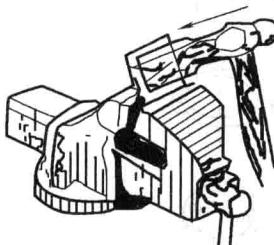

图 1-8 台虎钳受力要求
- 4) 进行强力作业时，施力方向应朝向固定钳身，否则就将额外增加丝杠和丝母的受力，造成螺纹的损坏。严重时将折断丝母，使台虎钳不能正常使用，如图 1-8 所示。